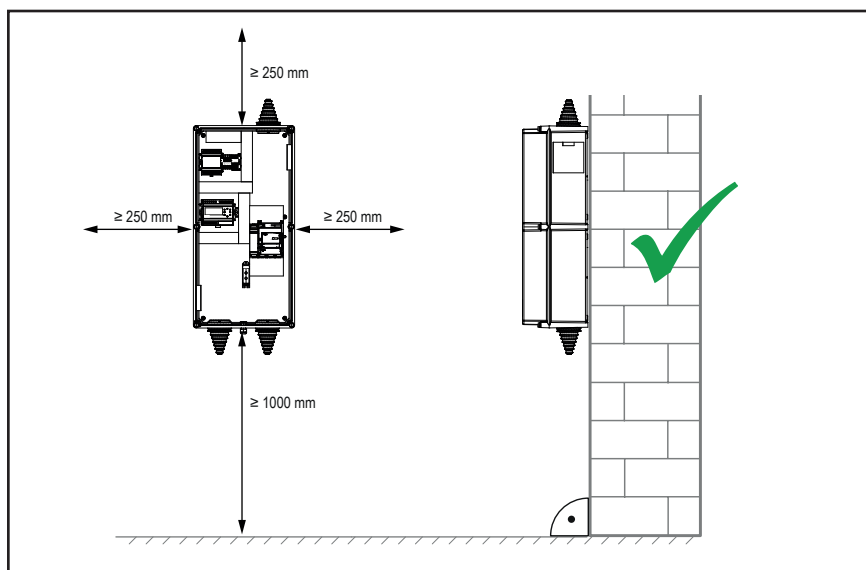

Bild 5.3 Montageausrichtung
- Montieren Sie das Produkt nur in der hier gezeigten Ausrichtung und mit den genannten Abständen, siehe Bild 5.3.